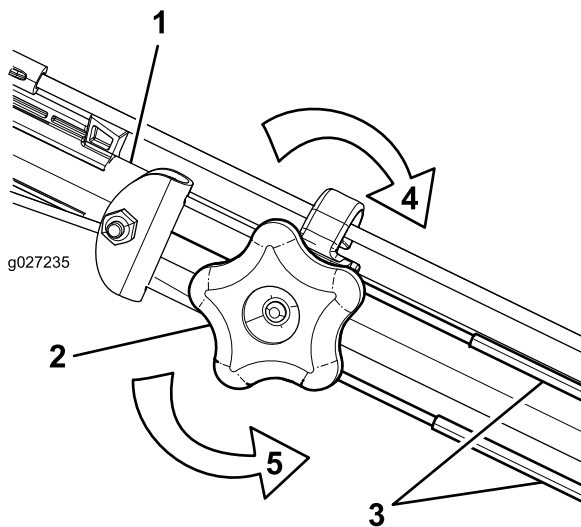

Figure 35
1. Tournez le bouton de réglage dans le sens antihoraire pour desserrer le réglage du câble (Figure 35).
2. Ajustez la tension du câble (Figure 35) en le tirant en arrière ou en le poussant en avant puis en le maintenant à cette position.